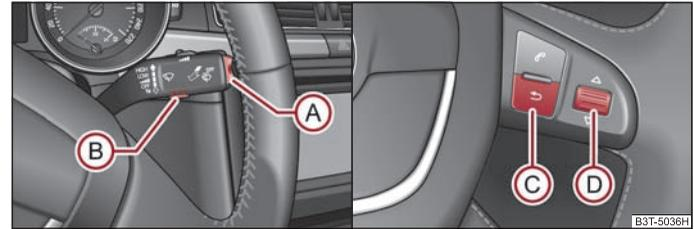

Abb. 19 Multifunktionsanzeige: Bedienelemente am Scheibenwischerhebel / Bedienelemente am Multifunktionslenkrad
Das Umschalten des Speichers erfolgt mit Hilfe der Taste **(B)** ⇒ Abb. 19 auf dem Scheibenwischerhebel oder mit Hilfe der Taste **(D)** auf dem Multifunktionslenkrad*
⇒ Abb. 19.
⇒ Abb. 19. Das Umschalten und Zurücksetzen am Multifunktionslenkrad erfolgt mit dem Rändelrad **(D)** ⇒ Abb. 19.
Die Außentemperatur wird im Display bei eingeschalteter Zündung angezeigt. Sinkt die Außentemperatur unter +4 °C, erscheint vor der Temperaturanzeige ein Schneeflockensymbol (Warnsignal für Glatteis) und es ertönt ein Warnsignal. Nach dem Drücken der Wipptaste **(A)** ⇒ Seite 20, Abb. 19 am Scheibenwischerhebel bzw. der Taste **(C)** ⇒ Seite 20, Abb. 19 am Multifunktionslenkrad* wird die Funktion dargestellt, die zuletzt angezeigt wurde.
Drücken der Taste **(B)** ⇒ Seite 20, Abb. 19 am Scheibenwischerhebel oder des Rändelrads **(D)** ⇒ Seite 20, Abb. 19 am Multifunktionslenkrad* für länger als 1 Sekunde.
Wenn Sie den durchschnittlichen Kraftstoffverbrauch für einen bestimmten Zeitabschnitt messen möchten, müssen Sie zu Beginn der Messung den Speicher auf Null setzen, mit der Taste **(B)** am Scheibenwischerhebel ⇒ Seite 20, Abb. 19 oder mit dem Rändelrad **(D)** am Multifunktionslenkrad* ⇒ Seite 20, Abb. 19. Nach dem Löschen erscheinen im Display auf den ersten 100 m Fahrstrecke Striche.
Im Display erscheint die zurückgelegte Fahrstrecke, die seit dem letzten Löschen des Speichers ⇒ Seite 19 vergangen ist. Wenn Sie die zurückgelegte Fahrstrecke von einem bestimmten Zeitpunkt an messen möchten, müssen Sie zu diesem Zeitpunkt den Speicher auf Null setzen, durch Drücken der Taste **(B)** ⇒ Seite 20, Abb. 19 am Scheibenwischerhebel oder des Rändelrads **(D)** am Multifunktionslenrad* ⇒ Seite 20, Abb. 19.
Im Display wird die durchschnittliche Geschwindigkeit in km/h seit dem letzten Löschen des Speichers angezeigt ⇒ Seite 19. Wenn Sie die durchschnittliche Fahrgeschwindigkeit für einen bestimmten Zeitabschnitt messen möchten, müssen Sie zu Beginn der Messung den Speicher auf Null setzen, mit der Taste **(B)** ⇒ Seite 20, Abb. 19 am Scheibenwischerhebel oder mit dem Rändelrad **(D)** am Multifunktionslenrad* ⇒ Seite 20, Abb. 19.
- Drücken Sie die Taste **(B)** ⇒ Seite 20, Abb. 19 am Scheibenwischerhebel oder das Rändelrad **(D)** am Multifunktionslenrad* ⇒ Seite 20, Abb. 19. Im Informationsdisplay* wird angezeigt **Speed warning 50 km/h (Warnung bei 50 km/h)**. Diesen Wert können Sie mit Hilfe der Taste **(A)** am Scheibenwischerhebel oder durch Drehen des Rändelrads **(D)** am Multifunktionslenrad* erhöhen oder verringern.
Wenn Sie jetzt die eingestellte Geschwindigkeitsgrenze überschreiten, wird im Display **Speed 50 km/h exceeded (Geschwindigkeit 50 km/h überschritten)** angezeigt. Diese Meldung wird so lange angezeigt, bis Sie die Geschwindigkeit unter die eingestellte Grenze reduzieren oder die Meldung ausschalten, durch Drücken der Taste **(B)** am Scheibenwischerhebel ⇒ Seite 20, Abb. 19 oder des Rändelrads **(D)** am Multifunktionslenrad* ⇒ Seite 20, Abb. 19.